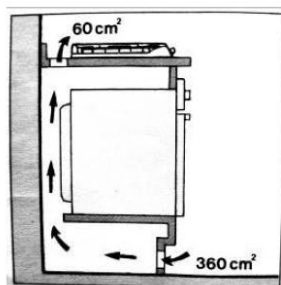
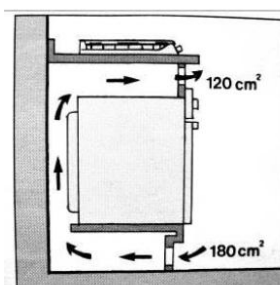

Fig. 5
Fig. 6
- i) No caso de instalar um forno para encaixar sob a placa de gás, recomenda-se melhorar a ventilação ao redor do forno, para evitar aquecimento excessivo, colocar uma grade para a entrada de ar da parte inferior do forno e outra grade no forno, parte superior da placa (Fig. 5) ou na parte frontal superior do forno (Fig. 6).